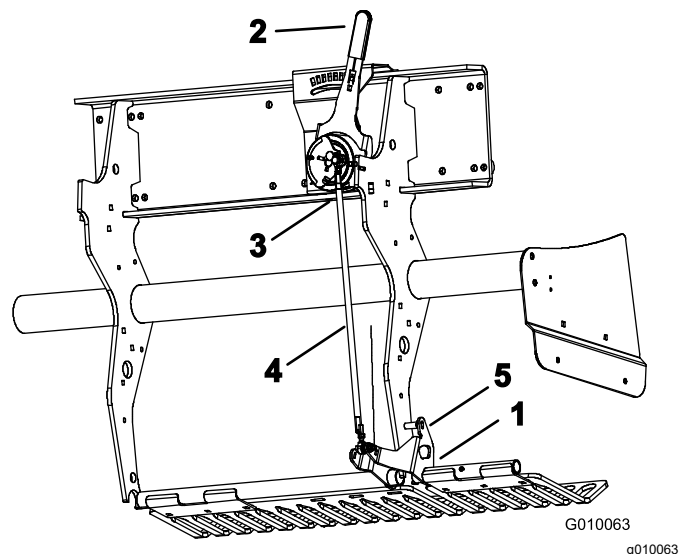

Figura 60
2. Rotiți suportul de montare a protecției pentru gazon stânga (Figura 60) în sus până când puteți introduce un tift de blocare, cum ar fi o tijă sau un urub de foraj de 8 mm, între suport i tubul de reglare a adâncimii sudat pe cadru.
3. Deplasați maneta pentru adâncimea dinilor (Figura 60) la setarea H (adâncime maximă).
4. Deconectați comutatorul exterior cu bilă (Figura 60) de la cabluri (comutator coborâre cap).
5. Slăbiți contrapiuliile (stânga i dreapta) de pe tija de reglare a adâncimii (Figura 60).